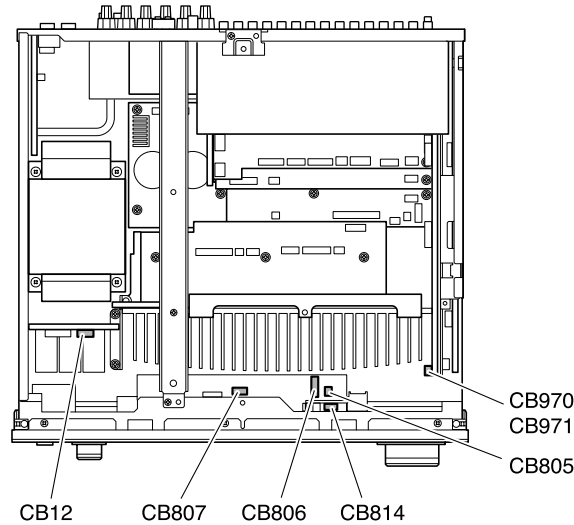

Fig. 2
- c. Remove CB12, CB805-807, CB814, CB970 and CB971. (Fig. 2)
- c. CB12、CB805—CB807、CB814、CB970、CB971を外します。(Fig. 2)